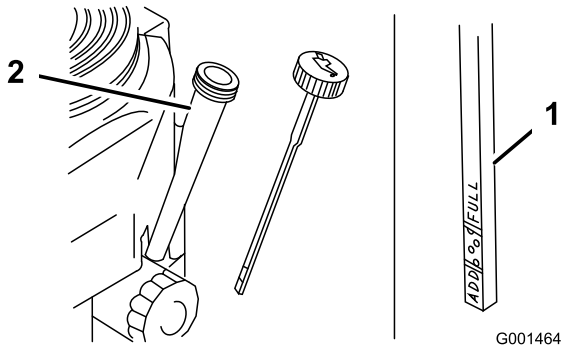

Figure 27
4. Nettoyez la surface autour de la jauge d'huile (Figure 27) pour éviter que des impuretés ne s'introduisent dans le goulot de remplissage, ce qui risquerait d'endommager le moteur.
5. Retirez la jauge d'huile et essuyez soigneusement son extrémité (Figure 27).
6. Remettez la jauge au fond du tube de remplissage, mais sans la visser (Figure 27).
9. Versez avec précaution environ 80% de la quantité d'huile spécifiée dans le goulot de remplissage (Figure 27)